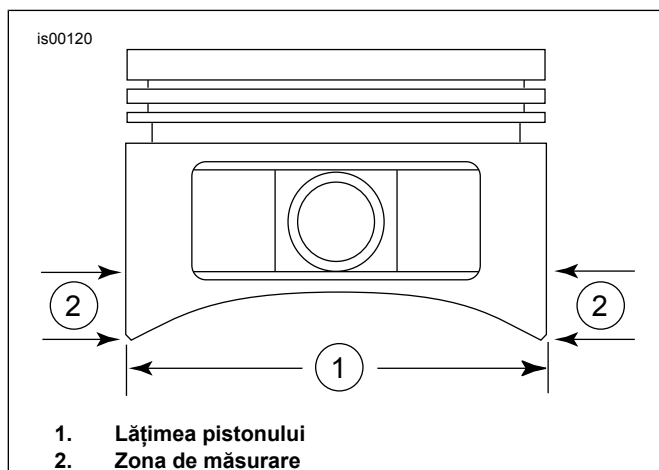

Figura 1. Măsurători piston
5. Consultați Figura 1 . Măsurăți lățimea pistonului (1), orizontal la 90 de grade din ambele părți ale orificiului pinului de piston și la 0,285 in. mai sus (2) de cea mai de jos parte a fustei